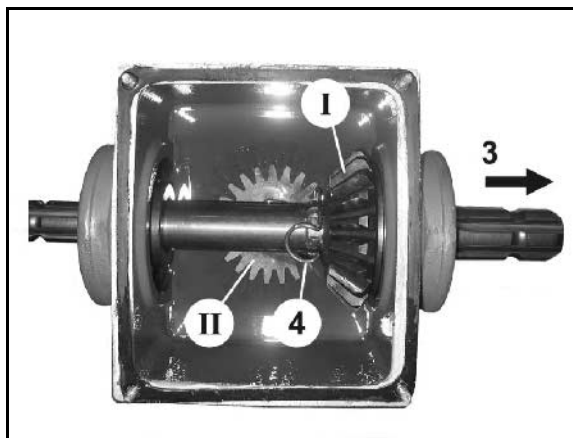

Fig. 55
6. Træk aksialsikringen (Fig. 55/4) af drivakslen.
8. Træk drivakslen ud af gearkassen i pilens retning (Fig. 55/3).